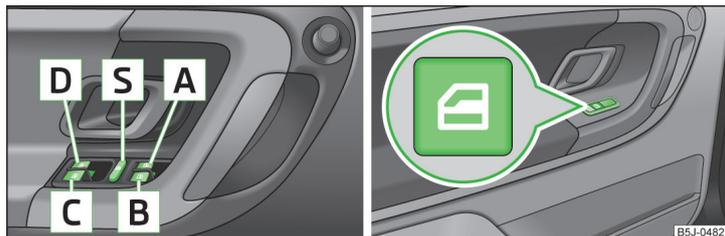

Fig. 38 Teclas en la puerta del conductor / en las puertas traseras
- Si se transportan personas en los asientos traseros, las cuales no son completamente independientes, p. ej. niños, se recomienda poner fuera de funcionamiento los elevalunas eléctricos de las puertas traseras (conmutador de seguridad)  » fig. 38 de la página 60.
**A** » fig. 38 de la página 60.
## Teclas de los elevalunas » fig. 38
Se pueden poner fuera de servicio las teclas de los elevalunas de las puertas posteriores pulsando el conmutador de seguridad **S** » fig. 38. Se ponen de nuevo en funcionamiento las teclas en las puertas traseras pulsando repetidamente el conmutador de seguridad **S**.
- Mantenga la tecla **A** en la posición de apertura » *fig. 38 de la página 60.*
- Mantenga la tecla **A** en la posición de cierre » *fig. 38 de la página 60.*